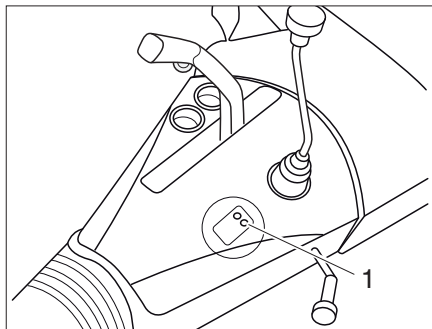

Bild 3 LED på ATC (AL-KO Trailer Control)
Ett automatiskt test utförs och LED (Bild 3,1) lyser rött.
- Efter det automatiska testet lyser LED (Bild 3,1) grön och ATC är aktivt.